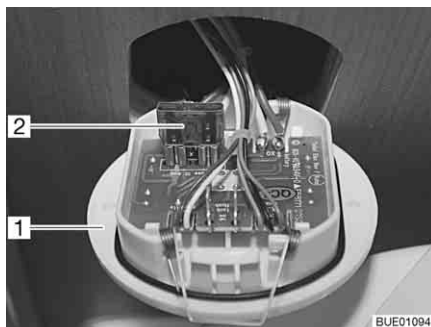

Fig. 84 Fusibile della toilette
- Sollevare l'elemento di regolazione per la toilette (Fig. 84,1) con uno strumento adeguato ed estrarlo dalla parete.
- Sostituire il fusibile (Fig. 84,2).